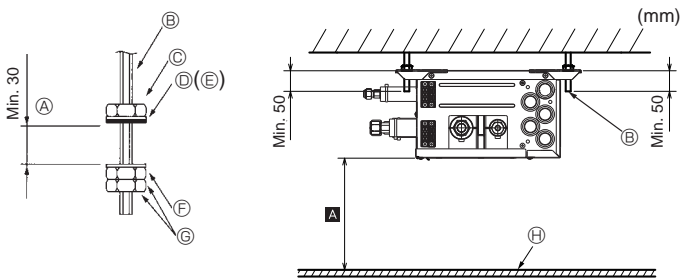

Fig. 6-1
- (2) Breng de ringen en moeren (①, ②, lokaal aan te schaffen) aan op de ophangbouten. (Fig. 6-1)
- (3) Hang de unit op de ophangbouten.
- (4) Draai de moeren volledig aan (controleer de hoogte ten opzichte van het plafond).
- (5) Stel de unit horizontaal af met een waterpas.